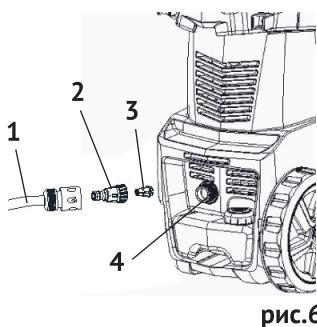

рис.6
7.1.5 Подключение водопроводного шланга рис.6:
- снять пластиковую заглушку с входного патрубка (рис.6 поз.4);
- прикрутить входной штуцер (рис.6 поз.2) с фильтром (рис.6 поз.3) к входному патрубку;
- закрепить на входной патрубок разъём водопроводного шланга (рис.6 поз.1).